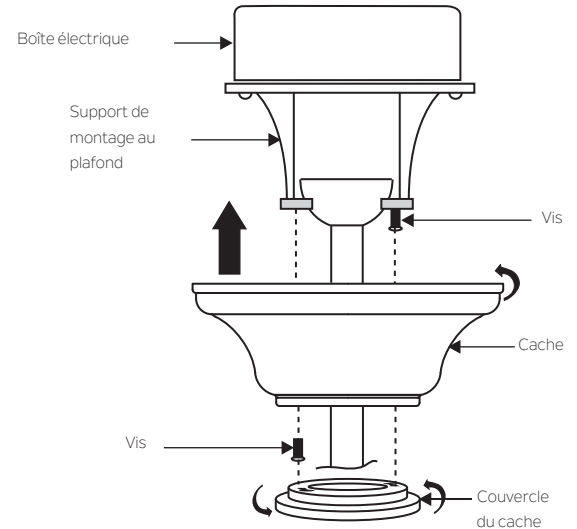

Fig. 15
Étape 2. Faites glisser le cache jusqu'au support de montage et placez l'une des fentes en forme de trou de serrure au-dessus de la vis de montage sur le support de montage. Tournez le cache jusqu'à ce que la tête de la vis soit verrouillée en place à la section étroite du trou de serrure. Voir la figure 15.
REMARQUE: Régler les vis du cache au besoin jusqu'à ce que le cache et le couvercle du cache soient ajustés correctement. (Fig. 15)